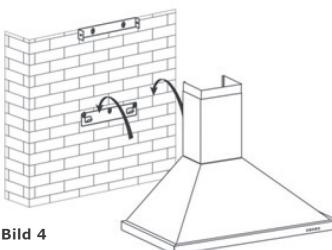

Bild 4
- Setzen Sie Die Haube auf die Verankerung (siehe Bild 4).